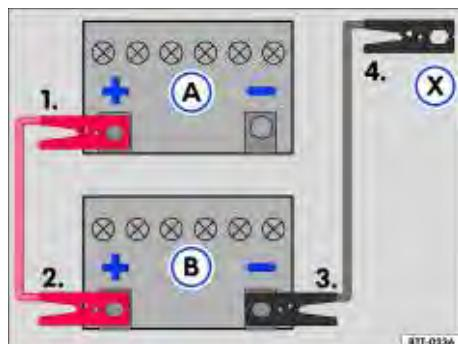

Fig. 192 Esquema para a conexão dos cabos auxiliares de partida: bateria do veículo descarregada (A) e bateria do veículo fornecedora de corrente (B).
- Conectar uma extremidade do cabo auxiliar de partida *vermelho* ao polo positivo ⇒ Fig. 192 + do veículo com a bateria do veículo descarregada ① ⇒ .
- Conectar a outra extremidade do cabo auxiliar de partida *vermelho* ao polo positivo + da bateria do veículo fornecedora de corrente ②.